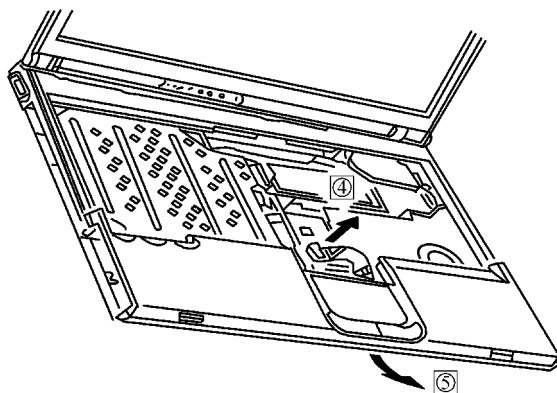

图 6-21 拔掉触摸板鼠标与主板的连线
(2) 接下来将触摸板鼠标与主板的连线按箭头“④”方向拔掉，再按箭头“⑤”方向平推面板，即可看到无线网卡，还应拔掉无线网卡的天线，如图 6-21 所示。